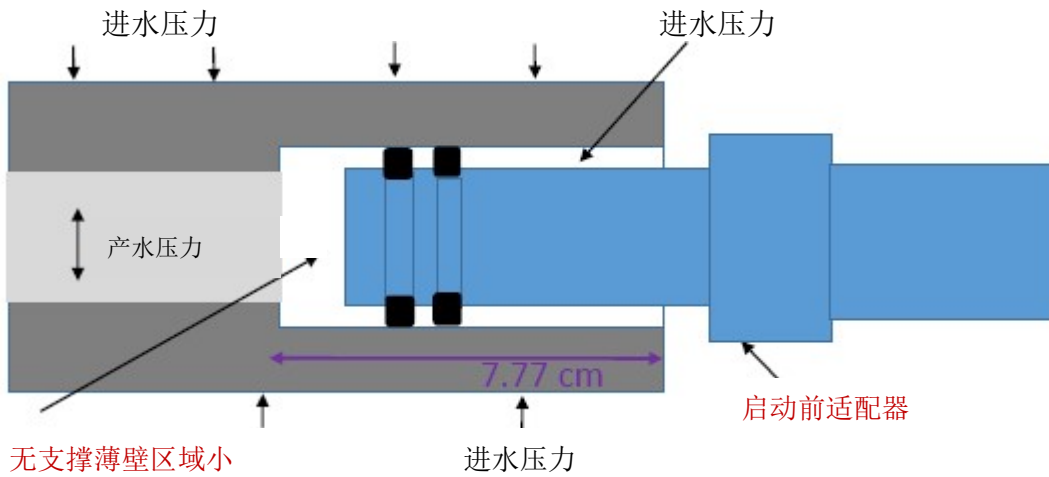
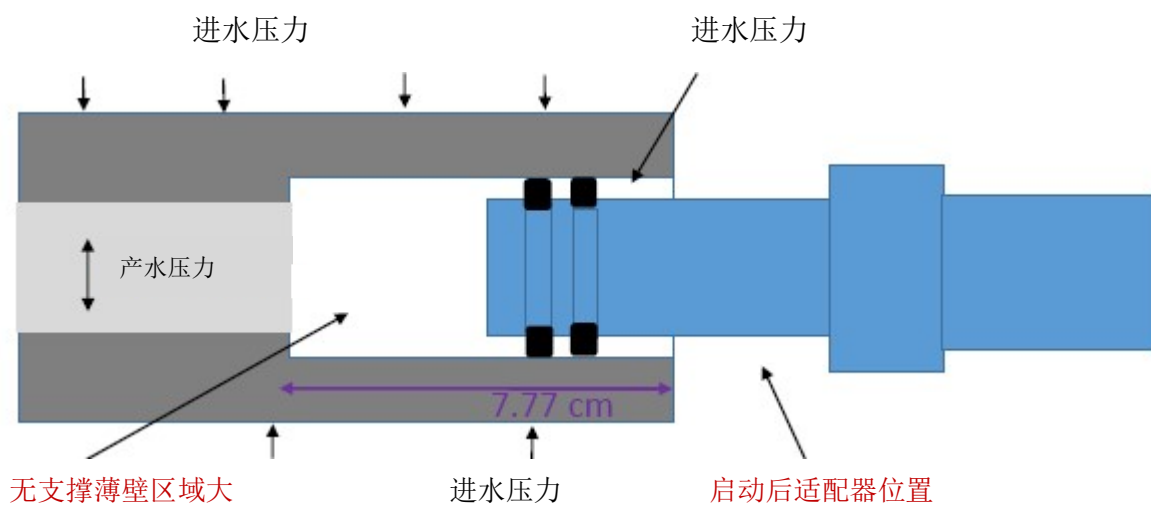

图4 适配器-正确位置
图5 端板适配器-错误位置
15. 运行几个小时或几天之后，停机并检查适配器位置。有可能初始运行后膜元件有移动，见图 4 和图 5。